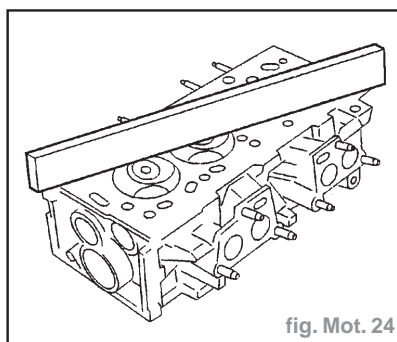

fig. Mot. 24
- Déformation maximale admise = **0,05 mm** (fig. Mot. 24).